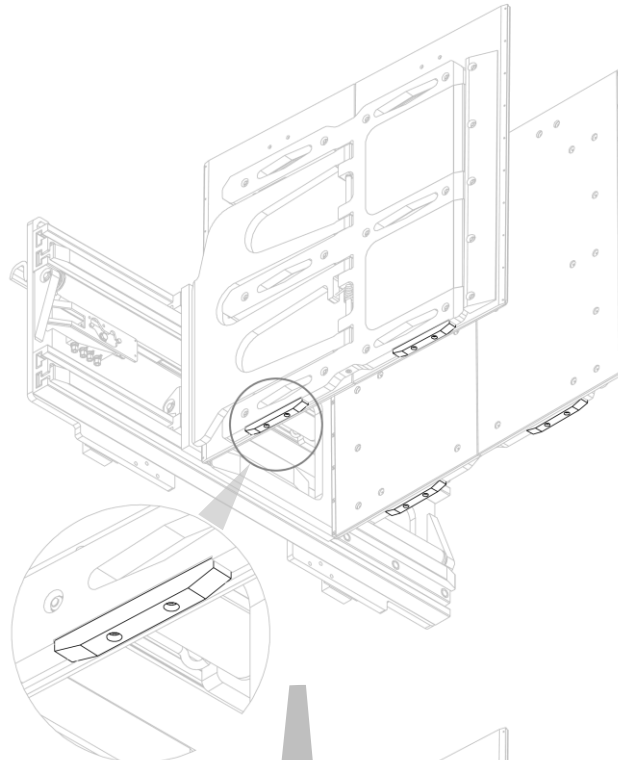
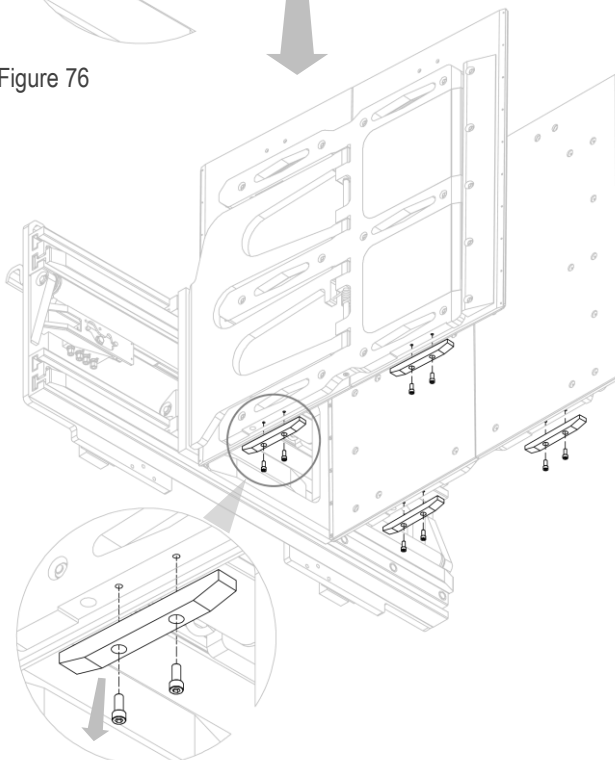

Figure 76
Figure 77
2. Démonter les patins inférieurs Anti-Frottement en Ertalon après avoir retiré les vis correspondantes (voir *Figure 76* et *Figure 77*).